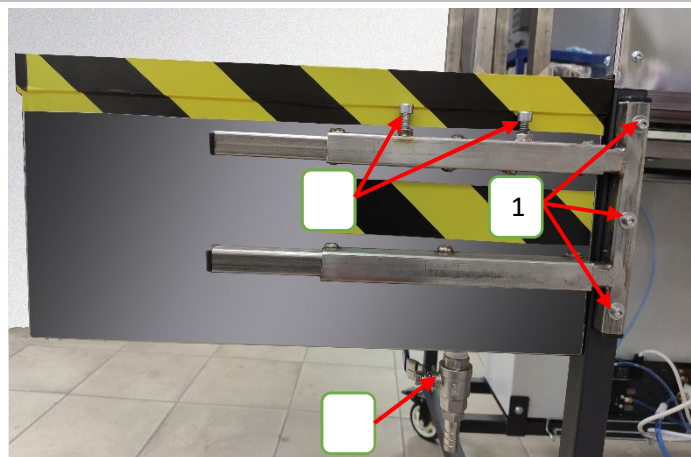

Рисунок 2.
Установите кронштейн крепления ёмкости для воды с помощью винтов (1). (Рис.2), установите ёмкость.